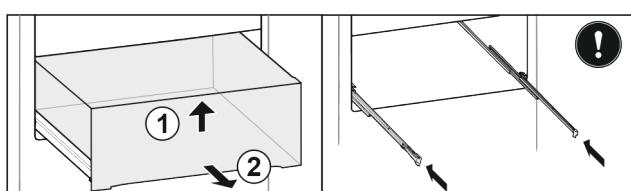

Fig. 27*
- Поднимите выдвижной ящик спереди Fig. 27 (1).*
- Извлеките движением вперед Fig. 27 (2).*